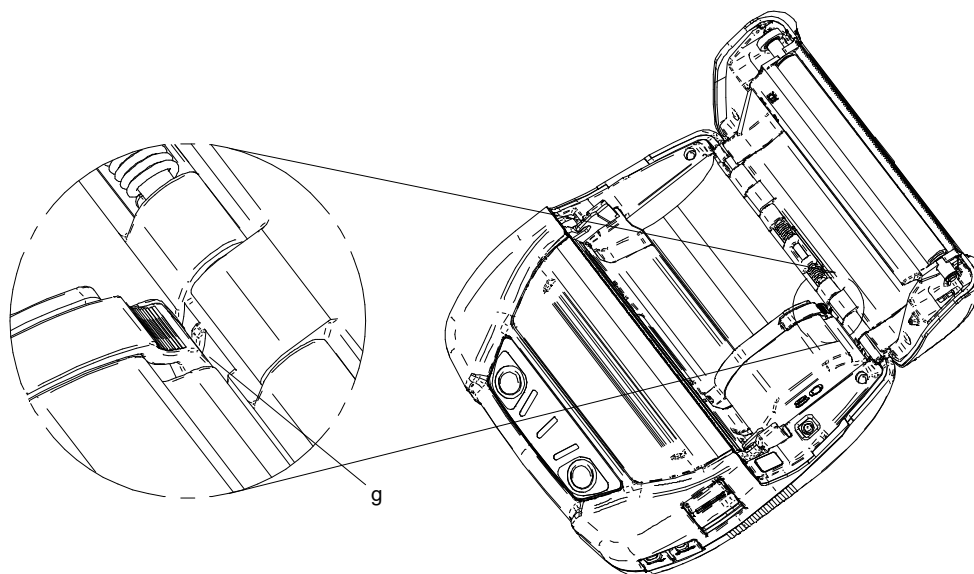

図 13-6 パーテーションプレート取り付け(3)
3. 図 13-6のように、パーテーションプレートのツメg部がプリンタの溝G部にロックされるまでパーテーションプレートを押し込んでください。